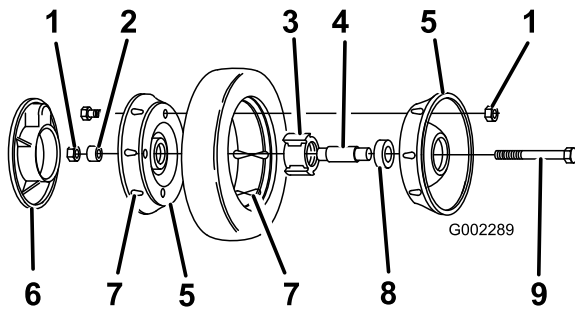

Figure 32
3. Retirez le boulon, la bague d'espacement et le contre-écrou qui fixent la roue au bras de pivot (Figure 32).
4. Séparez du pneu les deux moitiés de la roue en retirant les 4 boulons et 4 contre-écrous (Figure 32).
Remarque: Pour extraire les roulements de l'ensemble moyeu/roulements, appuyez sur la douille d'écartement des roulements (Figure 32).
1. Posez le pneu sur une des demi-roues, en faisant correspondre les reliefs (Figure 32).
2. Placez l'ensemble roulement/moyeu dans le trou central de la moitié de roue. Les ailes du moyeu doivent reposer sur le flasque de l'ouverture (Figure 32).
3. Posez l'autre demi-roue sur l'ensemble moyeu/roulement en faisant correspondre les trous et les reliefs de la roue et du pneu (Figure 32).
les deux moitiés de roue sans les serrer. Installez les vis ou les boulons dans les trous opposés (Figure 32).
5. Contrôlez l'alignement de toutes les pièces et serrez les boulons alternativement d'un côté et de l'autre pour assurer un serrage uniforme, jusqu'à ce que les demi-roues soient réunies (Figure 32).
6. Montez et serrez les 2 boulons et les 2 contre-écrous retirés auparavant dans les trous libres des demi-roues. Retirez les 2 vis ou boulons longs et remplacez-les par 2 boulons et 2 contre-écrous (Figure 32).
7. Posez la roue sur le bras de pivot à l'aide des boulons, d'une entretoise et d'un contre-écrou. Vérifiez si la bague est bien placée entre le moyeu de la roue et le bras de pivot (Figure 32).